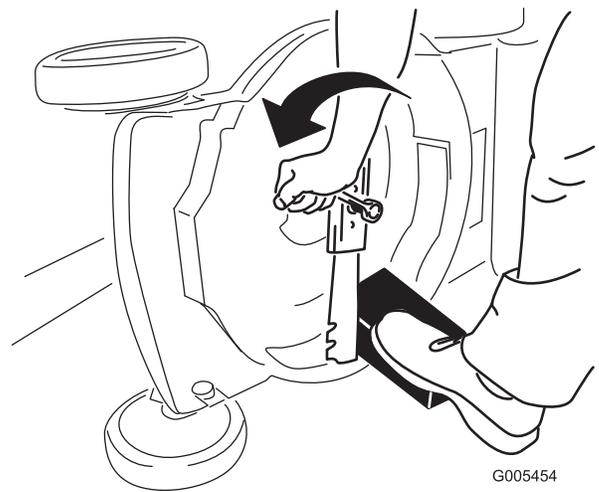

Figura 50
4. Togliete la lama e conservate la bulloneria di montaggio (Figura 50).
3. Usate un blocco di legno per tenere ferma la lama (Figura 50).